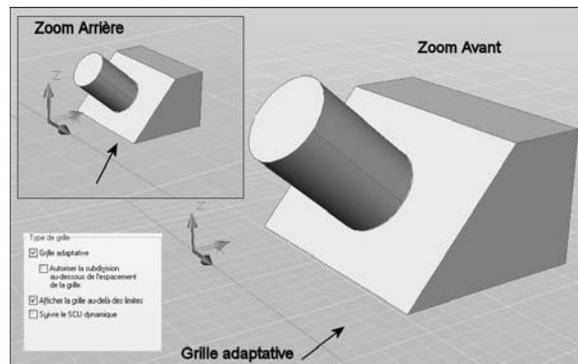

Fig.15.31
- ▶ **Grille adaptative** (Adaptive grid) : limite la densité de la grille lors d'un zoom arrière ou augmente la densité lors d'un zoom avant (fig.15.31).